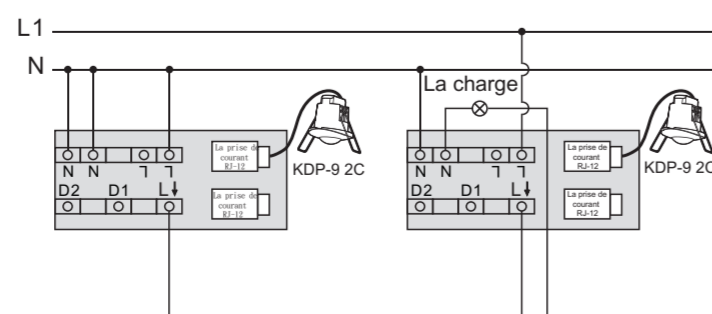

FIG. 6
- KDP-9 2C contrôle la charge (voir la FIG. 6).